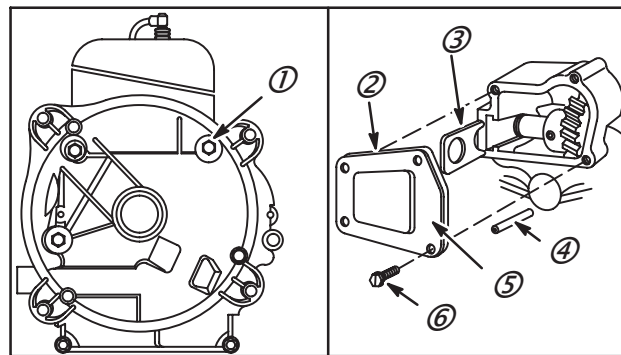

Fig. 14
3. Quand le flasque et le joint sont installés, monter les vis du couvercle. Veiller à appliquer de la pâte à joint non durcissante comme du Permatex® II sur le filetage de la vis placée dans le trou (1), Fig. 14.